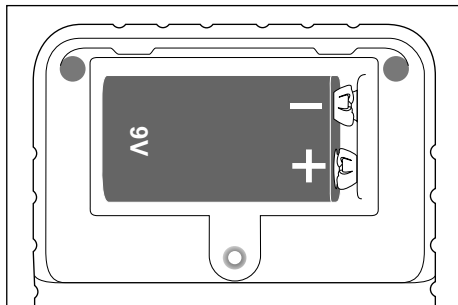

Fig. 2
- 2) Ligue a pilha de 9 V **8** com a polaridade correta (tenha em atenção os símbolos + e -) ao terminal de ligação da pilha e insira a pilha de 9 V **8** no respetivo compartimento (ver fig. 2).